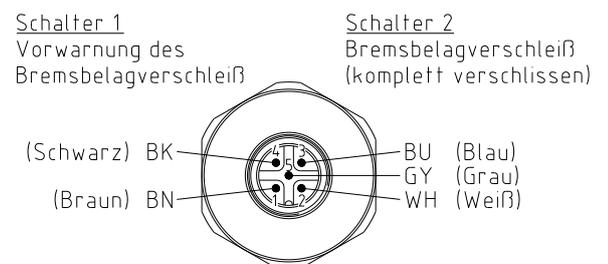

Bild 25: Anschlussbelegung der Steckverbindung
- Stellen Sie die elektrische Verbindung gemäß der Steckverbindung her (siehe Bild 25).